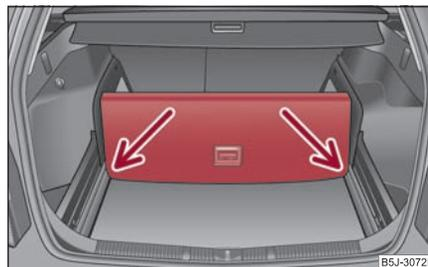

Abb. 88 Gepäckraum unterteilen
- Heben Sie den Teil des Ladebodens mit Griff an und sichern Sie diesen durch Einschieben in die Nuten ⇒ Abb. 88. ■